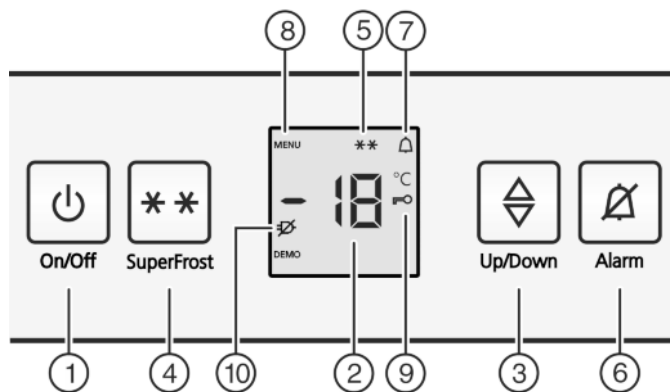

Fig. 2
- ▶ Appuyez sur la touche marche/arrêt *Fig. 2 (1)*.
- ▶ Activer le mode de réglage : appuyer sur la touche SuperFrost *Fig. 2 (4)* pendant env. 5 secondes.
- ▷ Le symbole Menu *Fig. 2 (8)* apparaît dans l'affichage.
- ▶ Confirmez en appuyant brièvement sur la touche SuperFrost *Fig. 2 (4)*.
- ▷ Le symbole Sécurité enfants *Fig. 2 (9)* s'allume dans l'affichage.
- ▶ Appuyer brièvement sur la touche On/Off *Fig. 2 (1)*.
- ▷ Le symbole Sécurité enfants *Fig. 2 (9)* s'éteint.
- ▶ Appuyer sur la touche Alarme *Fig. 2 (6)*.
L'affichage de la température clignote en même temps que le symbole Alarme *Fig. 2 (7)*.
L'avertisseur sonore s'éteint automatiquement et le symbole Alarme *Fig. 2 (7)* et l'affichage de température arrêtent de clignoter lorsque la température est de nouveau suffisamment froide.